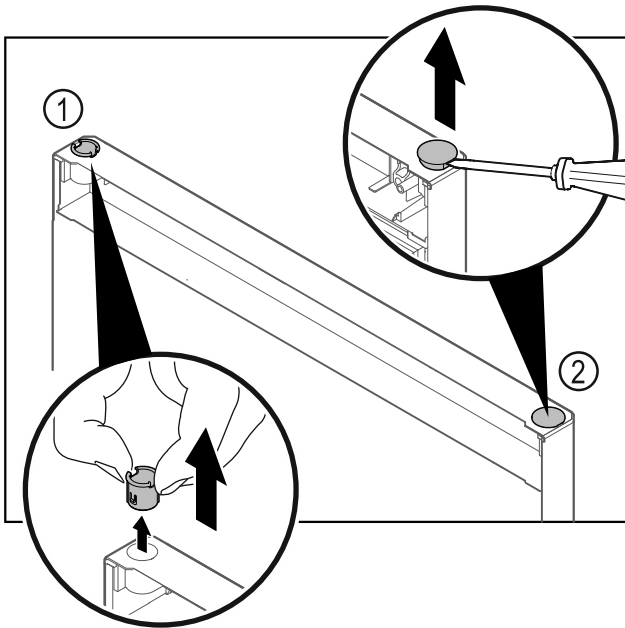

Fig. 14
- ▶ Витягніть шарнірну втулку Fig. 14 (1) пальцями.
- ▶ За допомогою шліцевої викрутки обережно підніміть заглушку Fig. 14 (2) та витягніть її.